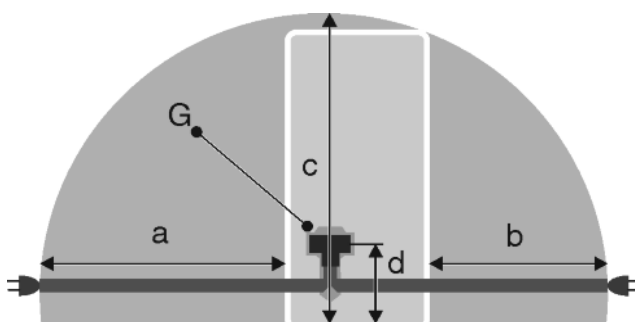

Fig. 24
- La presa non deve trovarsi nella zona posteriore dell'apparecchio, ma entro la zona indicata *Fig. 24 (a, b, c)*.
- ▶ Inserire la spina *Fig. 24 (G)* sul retro dell'apparecchio. Assicurarsi che si innestino correttamente.